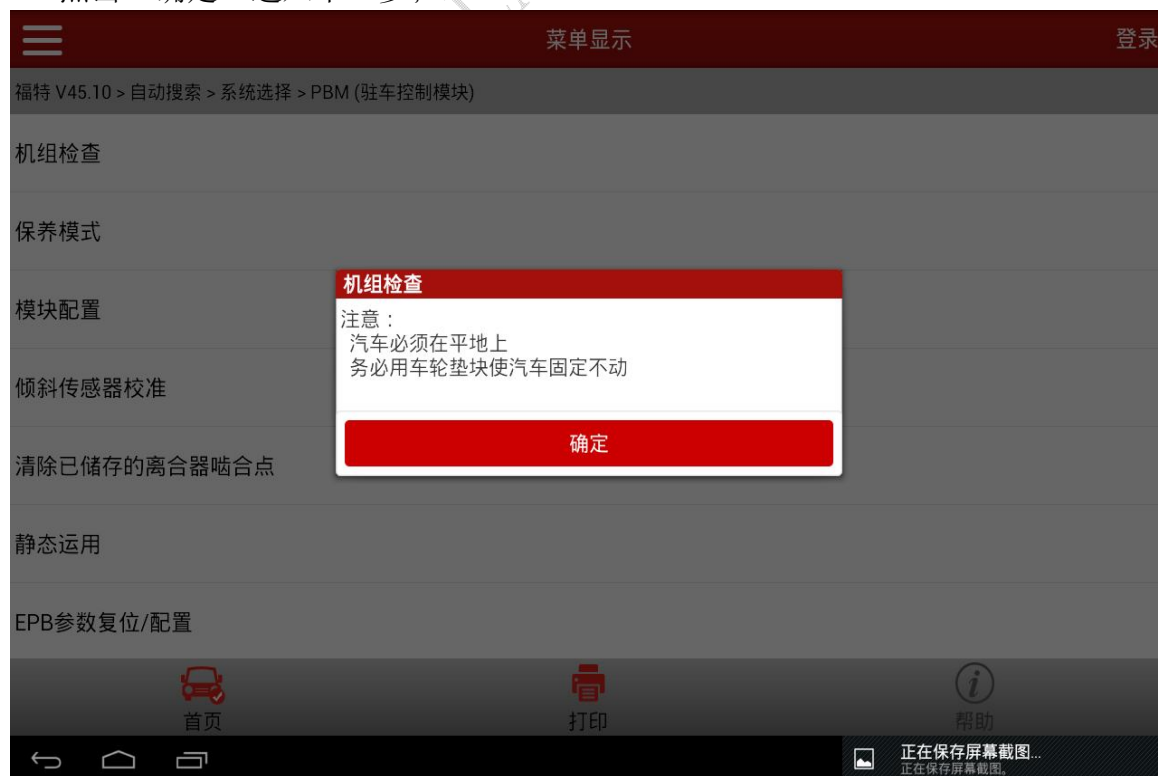

图 5
- 5). 提示：注意：汽车必须在平地上，务必用车轮垫块使汽车固定不动（如图 5），点击“确定”进入下一步；